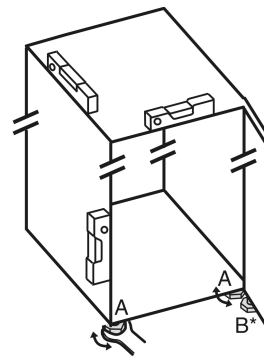

Fig. 4
- ▶ Stellfuß Fig. 4 (A) mit beiliegendem Gabelschlüssel und mit Hilfe einer Wasserwaage herausdrehen, bis das Gerät fest und ebenstehend ausgerichtet ist.
- ▶ Stellfuß Fig. 4 (B) am Lagerbock mit beiliegendem Gabelschlüssel herausdrehen, bis er auf dem Boden aufliegt.
- ▶ Stellfuß Fig. 4 (B) um 90° weiter drehen.